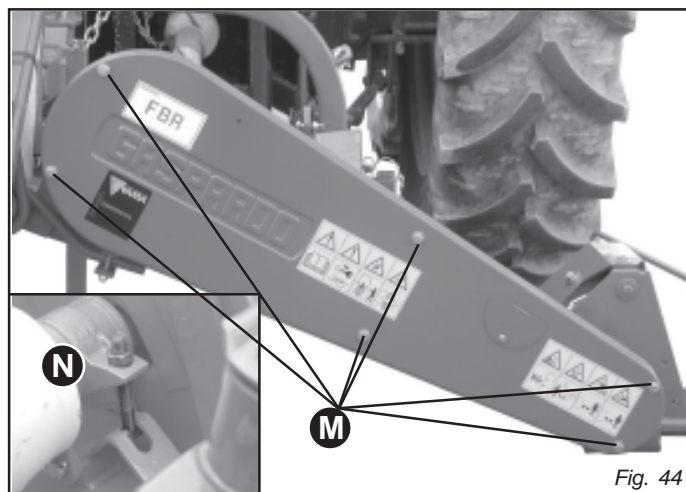

Fig. 44
- Svitare le viti (M, Fig. 44) e togliere il carter di protezione.
- Allentare completamente il tendicinghia (N, Fig. 44).
- Riposizionare il carter di protezione fissandolo con le apposite viti (M, Fig. 44).